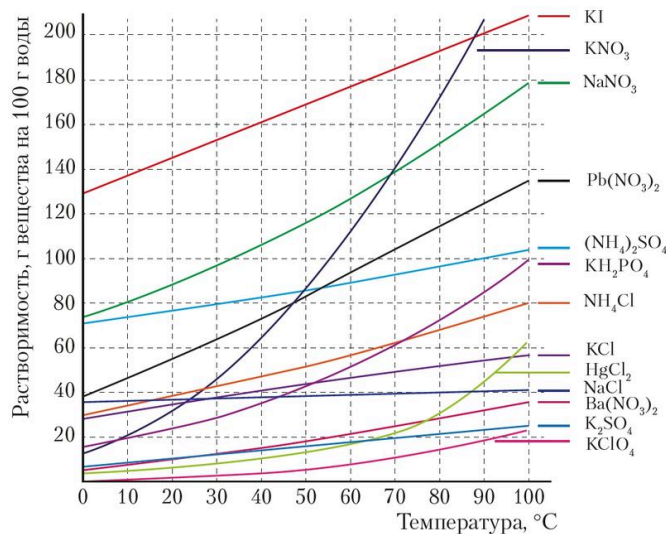

Рис. 51. Зависимость растворимости твёрдых веществ от температуры
Растворимость *твёрдых* и *жидких* веществ зависит от их природы и температуры раствора. С увеличением температуры растворимость большинства твёрдых веществ и жидкостей заметно возрастает (рис. 51). При охлаждении, соответственно, растворимость уменьшается и часть вещества выпадает в виде осадка — кристаллизуется.
4. Даны соединения: хлороводород, нитрат калия, хлорид калия, хлорид натрия, оксид серы(IV), аммиак. С помощью кривых растворимости (рис. 51), а также знаний о растворимости газов определите вещества, растворимость которых в воде при повышении температуры:
6. По кривым растворимости (рис. 51) найдите растворимость солей: нитрата натрия, хлорида аммония и хлорида натрия при 20 °С, 50 °С, 70 °С.